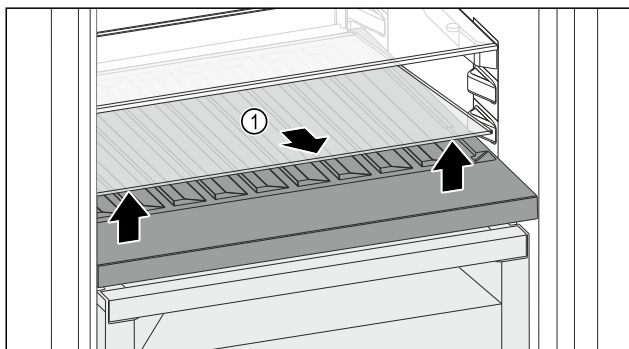

Fig. 192
- Soulever la plaque de verre Fig. 192 (1) au niveau de l'évidement avant et la retirer.
- Entreposer la plaque de verre Fig. 192 (1) dans un endroit sûr hors de l'appareil.
- Insérer la plaque de verre (2) sous le compartiment à bouteilles amovible.